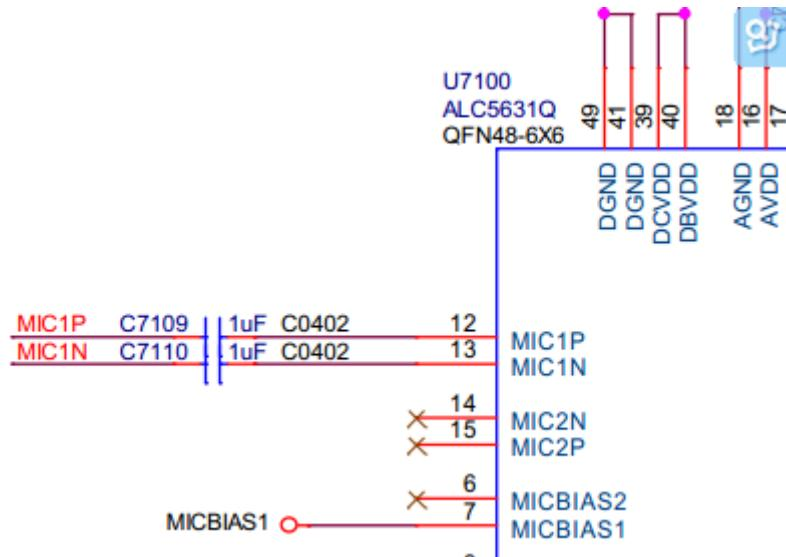

图17-5
- MIC输入信号较敏感, 为避免引入噪声, MIC的耦合电容要靠近Codec端放置, 如图17-5。